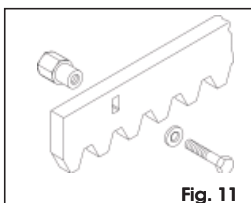

Fig. 11
5.4.1. CREMALLERA DE ACERO PARA SOLDAR (Fig. 11)